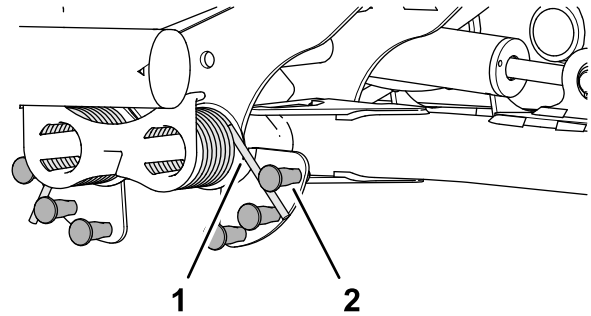

Figura 54
- Introduzca el extremo largo del muelle de contrapeso en un tubo u otro objeto similar, y gire el muelle alrededor del espárrago de cuello largo a la posición deseada (Figura 54).